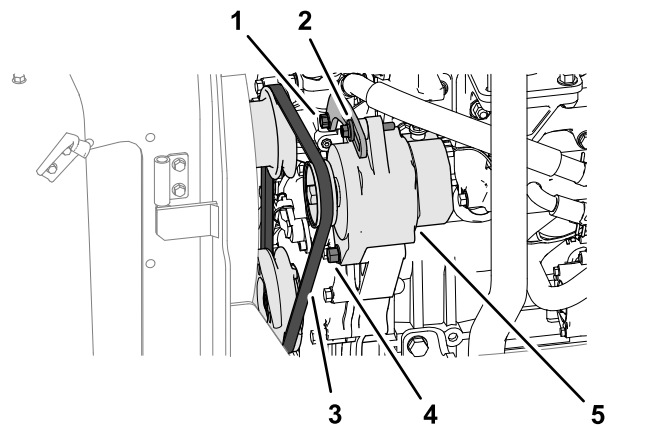

Figura 71
1. Aplique una fuerza de 10 kgf contra la correa del alternador (Figura 71), en el punto intermedio entre las poleas.
- Si la desviación de la correa es inferior a 10 mm, afloje el perno del pivote del alternador y el perno tensor (Figura 71), y reduzca la tensión de la correa.
- Si la desviación de la correa es superior a 10 mm, afloje el perno de pivote del alternador y el perno tensor (Figura 71), y aumente la tensión de la correa.
**Nota:** Si es necesario, afloje el perno de la placa tensora (Figura 71).
3. Apriete los pernos (Figura 71).